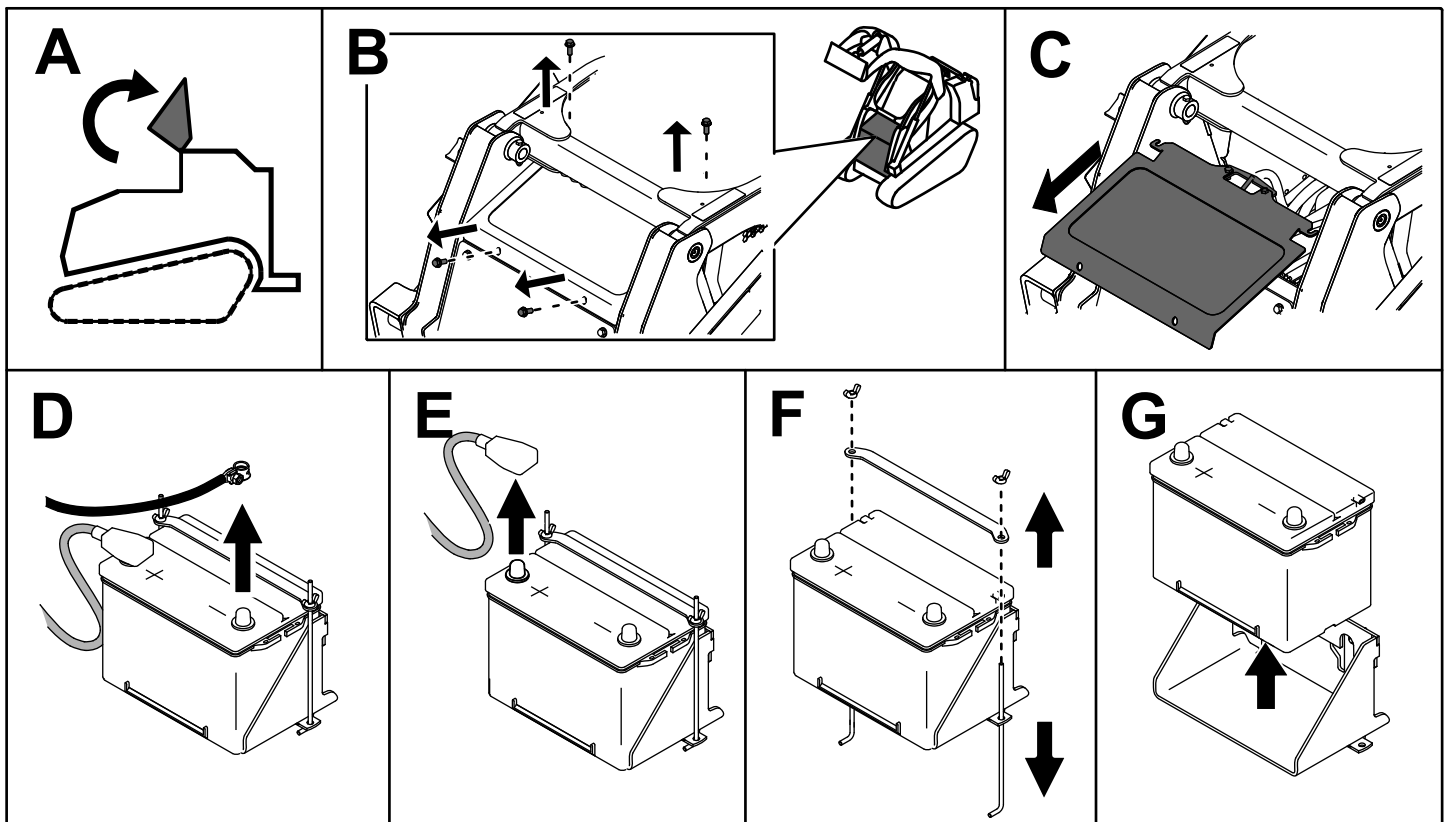

Figure 49
3. Déposez la batterie comme montré à la Figure 49.